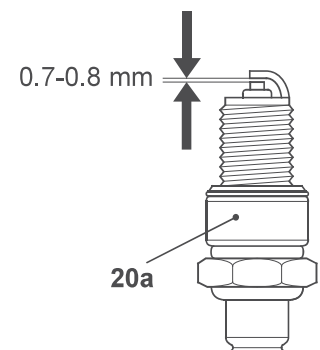

Fig. 32
6. Compruebe la separación de la bujía. Debe encontrarse entre 0,7 y 0,8 mm (Fig. 32).
8. Cuando sustituya la bujía (20a), primero apriétela a mano y, a continuación, apriétela ligeramente con la llave de bujía (36).